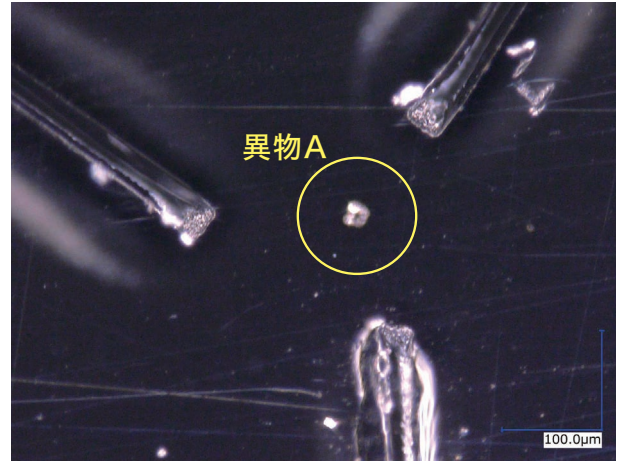

図5 (事例1)DMS観察画像
- (1)目視およびDMS(デジタルマイクロスコープ)による表面観察で20 μm 程の微小異物Aを確認(図5)